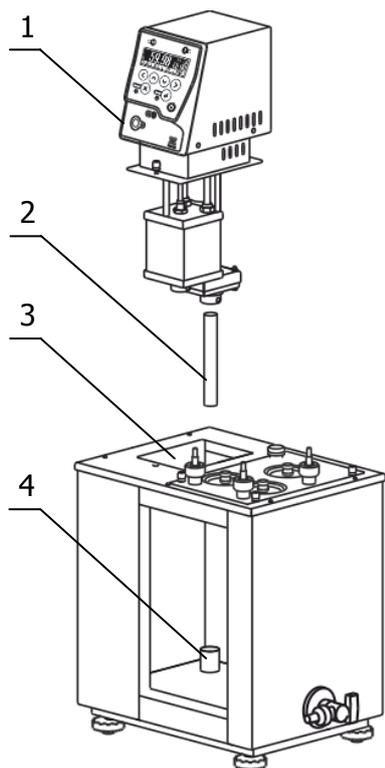

Рисунок 3 — Установка блока регулирования
2.2.3 Во входной патрубок блока регулирования вставить входную трубку насоса 2 (рисунок 3) на 15 мм и зафиксировать винтом.